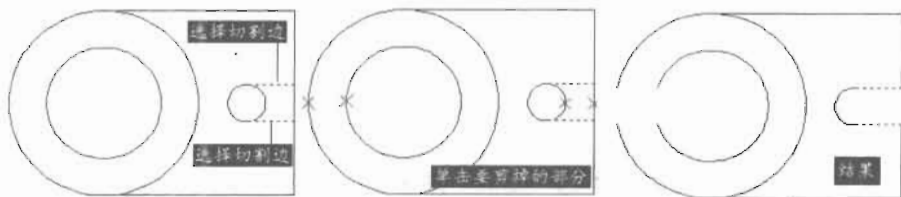

图 4-91
选择对象: 找到 1 个, 总计 2 个 //选择切割边, 如图 4-91 (左) 所示。
(E)/删除(R)/放弃(U)]: //单击要剪掉的线段,如图 4-91(中)所示
选择要修剪的对象,或按住 Shift 键选择要延伸的对象,或[栏选(F)/窗交(C)/投影(P)/边(E)/删除(R)/放弃(U)]: //结束命令,如图 4-91(右)所示